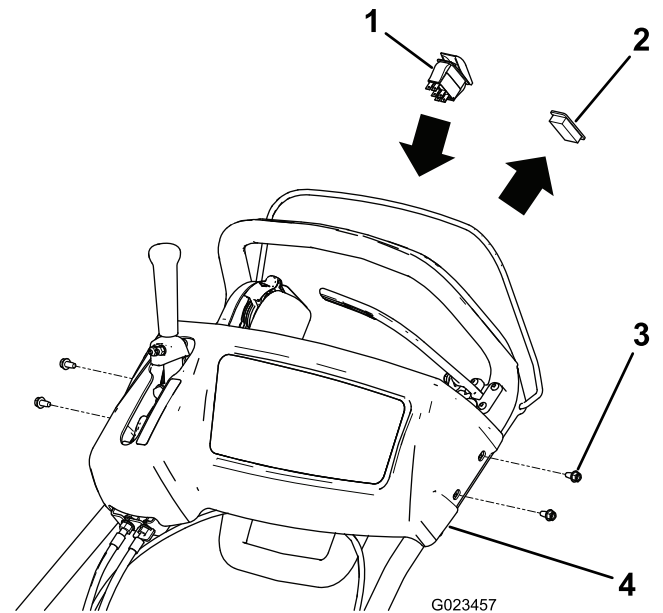

Figura 3
5. Rimuovete le 4 viti che fissano il rivestimento della consolle alla stegola e staccate il rivestimento (Figura 3). Conservate il rivestimento e le viti.
6. Rimuovete il tappo otturatore dal pannello di controllo (Figura 3).
7. Inserite l'interruttore On/Off nel foro sul pannello di controllo, posizionandolo in modo tale che l'estremità più sottile sia rivolta verso la parte inferiore del pannello di controllo (Figura 3).